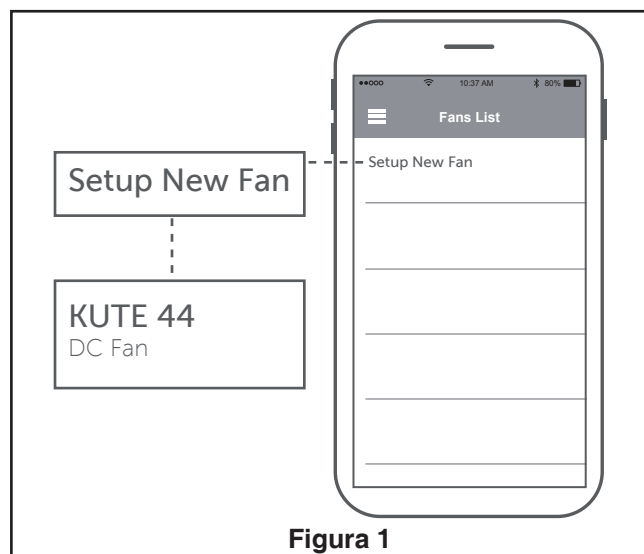

Figura 1
1. Abra la App fanSync y toque Configurar Nueva Fan para iniciar la configuración. (Figura 1)